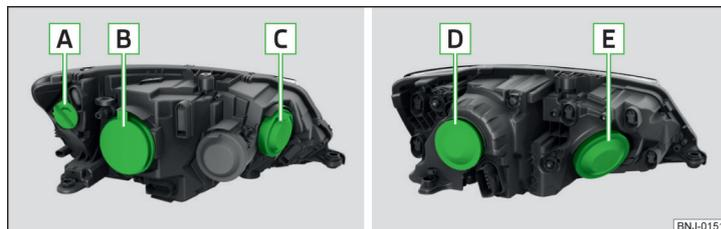

Fig. 205 Farol de halogéneo/farol projetor de halogéneo
Disposição das lâmpadas incandescentes » Fig. 205
- Retirar a tampa de proteção **B** » Fig. 205 na página 172.
- › Colocar a tampa de proteção **[B]** » Fig. 205 na página 172.
- › Retirar a tampa de proteção **[C]** » Fig. 205 na página 172.
- › Colocar a tampa de proteção **[C]** » Fig. 205 na página 172.
- › Retirar a tampa de proteção **[B]** » Fig. 205 na página 172.
- Retirar a tampa de proteção **D** » Fig. 205 na página 172.
- Colocar a tampa de proteção **D** » Fig. 205 na página 172.